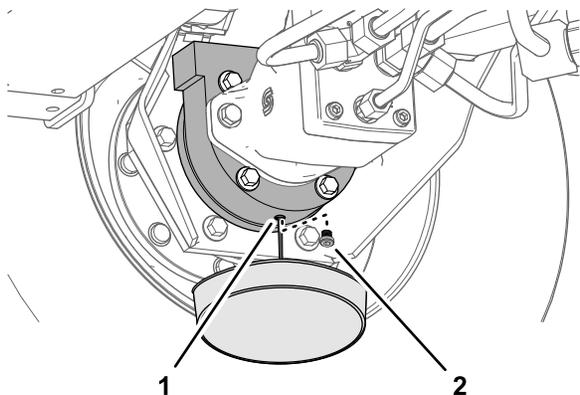

Figura 61
6. Mettete una bacinella sotto la scatola del freno, togliete il tappo di spurgo e lasciate defluire completamente l'olio (Figura 61).